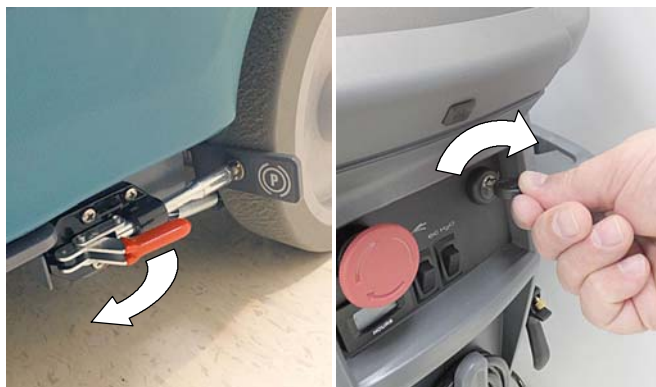

ABB. 72
1. Lösen Sie den Hebel der Feststellbremse, falls vorhanden (Abbildung 72)
2. Drehen Sie den Zündschlüssel in die (I)-Stellung (Abbildung 72).